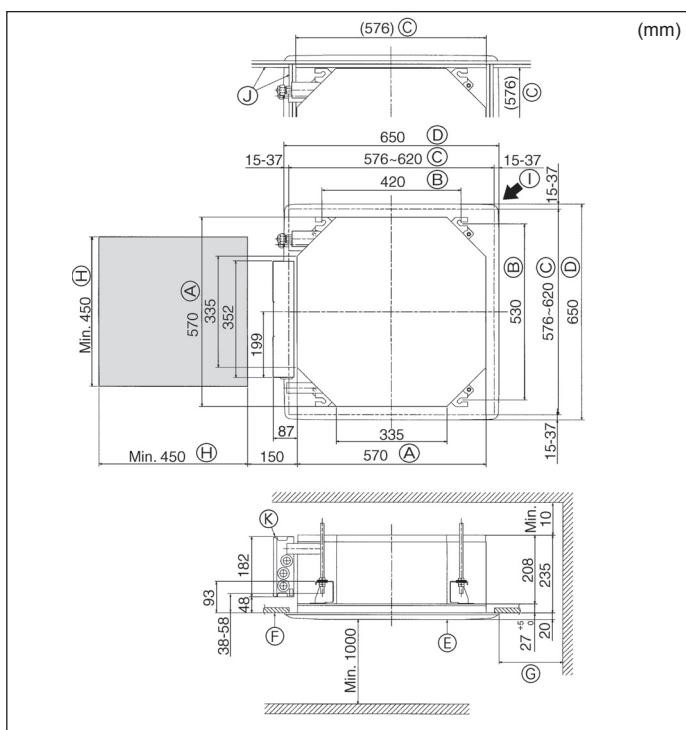

Fig. 4-2
④	Kleine diameter (vloeistof) grote diameter (gas)	1 1
⑤	Band (breed)	6
⑥	Band (smal)	2
⑦	Schroef met ring (M5 × 25) voor montage van de gril	4
⑧	Aftapbus	1
⑨	Isolatie	1
⑩	Bevestigingsschroef voor ⑨ 3,5 × 16 (zwart) (Voor SLZ-KA-VAL(2))	2
⑪	Houder voor afstandsbediening (Voor SLZ-KA-VAL(2))	1
⑫	Batterij (AAA) (Voor SLZ-KA-VAL(2))	2
⑬	Draadloze afstandsbediening (Voor SLZ-KA-VAL(2))	1
4.2. Plafondopeningen en posities voor installatie van de ophangbouten (Fig. 4-2)